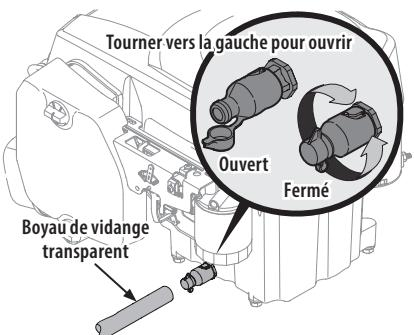

Figure 35
- Retirez le capuchon protecteur de la soupape de vidange (Figure 35 à la page 102).